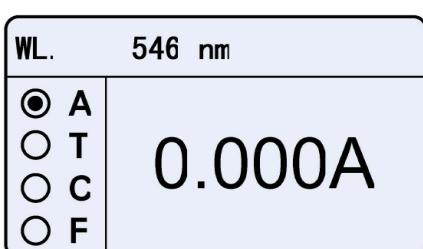

Fig. 4-1
1) Pulse para escoger el modo «A» (Fig.4-1).